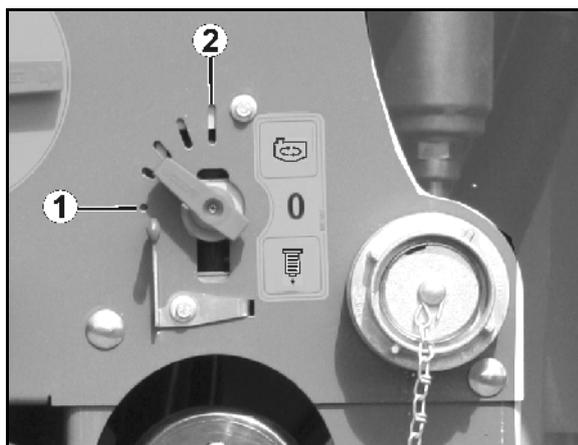

Рис. 39
- Позиция Рис. 39/1: мешалка выкл.
- Позиция Рис. 39/2: мешалка на макс. производительности.